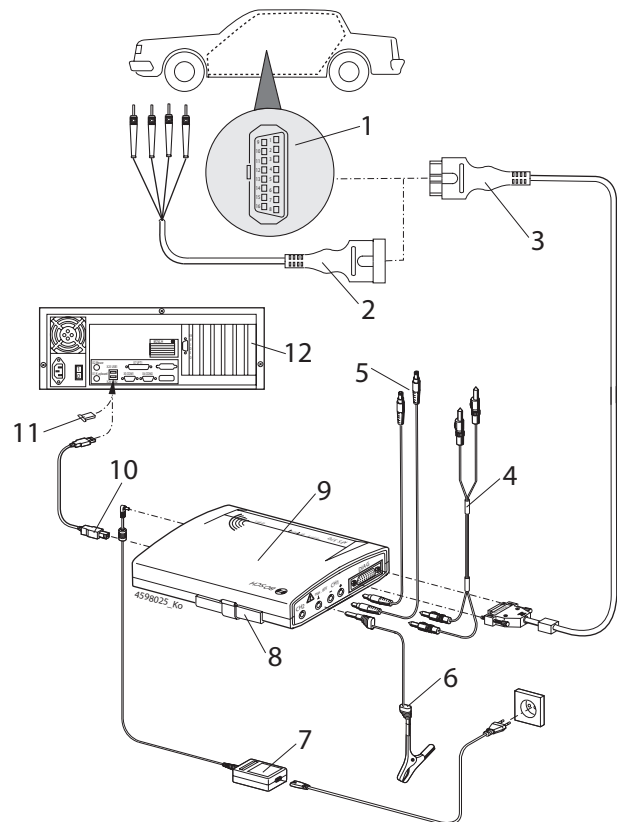

Fig. 3: Esquema de conexiones en el ejemplo del KTS 570
⚠ Utilizar el cable de conexión UNI (fig. 3, pos. 2) solo para mediciones inferiores a 30 V.
- cable de diagnóstico OBD (fig. 3, pos. 3) o
- del cable de diagnóstico OBD y adicionalmente a través del cable de conexión UNI (fig. 3, pos. 2) o